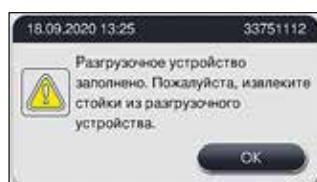

Рис. 90
- Необходимо открыть разгрузочное устройство и извлечь штативы не позднее, чем появится предупреждение по заполнении станции разгрузки (→ "Рис. 90"). Если это предупреждение будет проигнорировано, перемещение следующих штативов в станции разгрузки будет невозможна. Это может привести к изменению длительности этапов и замедлению процесса окрашивания, а также, возможно, к непредсказуемым результатам окрашивания.